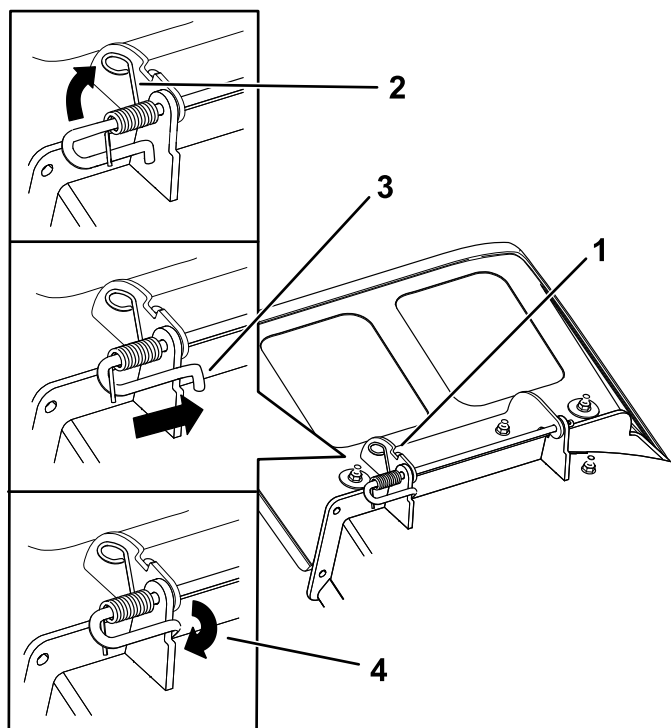

Bild 79
4. Positionieren Sie das neue Auswurfablenkblech mit den Halterungsenden zwischen den geschweißten Halterungen am Mähwerk, wie in Bild 79 abgebildet.
6. Positionieren Sie die Feder so auf die Stange, wie in Bild 79 dargestellt, dass das kürzere Federende unter der Stange vor der Biegung verläuft und über der Stange ist, wenn sie von der Biegung zurückkommt.
7. Heben Sie das Schleifenende der Feder an und setzen es in die Kerbe an der Ablenkblechhalterung (Bild 79).
8. Befestigen Sie die Stange und Feder, indem Sie diese so drehen, dass das kurze Ende der Stange hinter der vordere Halterung liegt, die an das Mähwerk geschweißt ist (Bild 79).